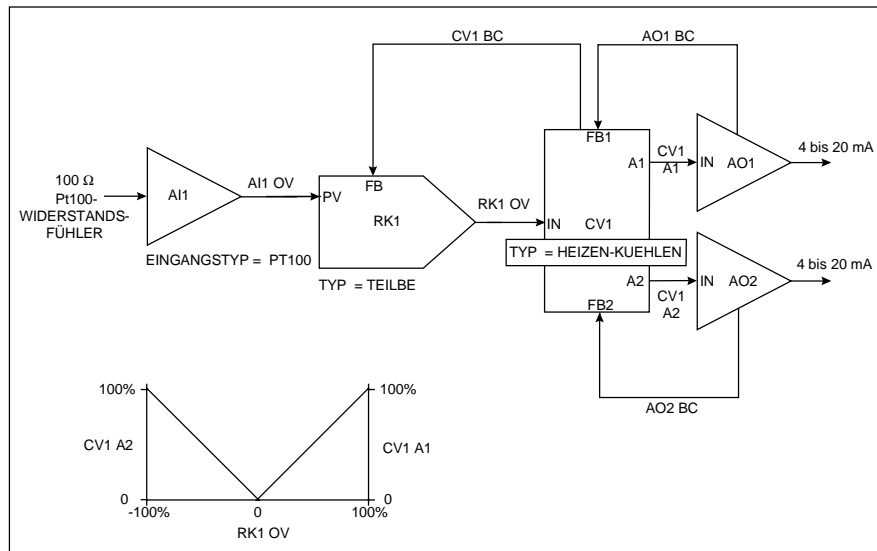

Abbildung 3-24 Funktionsblockdiagramm der Abbildung 3-23
Der Funktionsblock des Analogeingangs AI1 wird in Abbildung 3-24 gezeigt. Er verarbeitet die von der Temperatursonde stammenden Daten. Die Ergebnisse der Wassertemperaturmessungen (AI1 OV) werden dann an den Istwert-Eingang (PV) des Blocks des RK1-Regelkreises übergeben. Beachten Sie, daß der RK1 als Regelkreis mit geteiltem Ausgang definiert worden ist, indem als Bezeichnung "TYP = TEILBE" verwendet wurde. Ein Sonderfall bei diesem Regelkreis ist der festgelegte Bereich seines Ausgangswertes RK1 OV. Während die bislang erwähnten Standard-Regelkreise über Ausgänge verfügen, die ausschließlich zwischen 0 und 100 % liegen, bewegen sich die Werte von geteilten Regelkreisausgängen zwischen -100 und 100 %. 0 % wird hier als Mittelpunkt für den Ausgabebereich des Regelkreises betrachtet. Wenn der Regelkreis geschaltet ist, wird durch den RK1 ein Ausgangswert zwischen 0 und 100 % erzeugt, wenn zur Aufrechterhaltung des Sollwertes die Zufuhr heißen Wassers erforderlich ist. Wenn die Zufuhr von kaltem Wasser erforderlich ist, erwartet der Regelkreisausgang einen Wert von 0 bis 100 %. Anzumerken ist, daß zwei Analogausgangs-Blöcke, AO1 und AO2, verwendet werden, um die von RK1 erzeugten Regelungssignale nach außen zu führen. Das 4 bis 20 mA-Signal wird an den Heißwasser-Ventilantrieb gebunden, während der Antrieb des Kaltwasserventils seine mA-Regelsignale vom AO2 erhält. Um AO1 und AO2 mit geeigneten Eingangs-Regelsignalen zu versorgen, wird dem RK1-Ausgang die Funktion einer Standard-Aufteilung (HEIZEN-KUEHLEN) zugewiesen. Die Standard-Aufteilung besteht aus einem "CV-Funktionsblock" (Berechneter Wert) des Gerätes und ist in erster Linie ein Mechanismus, der die Prozentwerte des Regelkreises mit geteilten Ausgängen in zwei unabhängige 0 bis 100 %-Signale umwandelt. Diese werden an die Eingänge von AO1 und AO2 gegeben, und regeln somit die 4 bis 20 mA-Ausgänge von AO1 und AO2, wobei eine lineare Übereinstimmung mit beiden besteht.
Die beiden Ausgänge an CV1, von denen AO1 und AO2 geregelt werden, tragen jeweils die Bezeichnung "CV1 A1" und "CV1 A2". Der Kern der CV1-Operation wird durch ein Diagramm seiner Ausgänge zum RK1 OV beschrieben. Dieses Diagramm befindet sich unten links in der Abbildung 3-24, und zeigt, daß CV1 an seinem CV1 A1-Ausgang einen 0 bis 100 %-Wert erzeugt, wenn der RK1 ein Ausgangsniveau zwischen 0 und 100 % erwartet. Der CV1 A2 bleibt bei 0 %. Wenn der CV1 A1-Wert an den AO1 gegeben wurde, aktiviert er das vom Heißwasser-Ventilantrieb benötigte 4 bis 20 mA-Signal, um die Temperatur im Wasserbehälter zu erhöhen. Wenn der RK1 ein Ausgangsniveau zwischen 0 und -100 % erwartet, erzeugt CV1 auf die gleiche Weise einen entsprechenden 0 bis 100 %-Wert an CV1 A2. Diesmal bleibt CV1 A1 auf 0 %, und der erzeugte CV1 A2-Wert induziert die Zuleitung von kaltem Wasser, um die Gesamtwassertemperatur im Behälter zu senken.